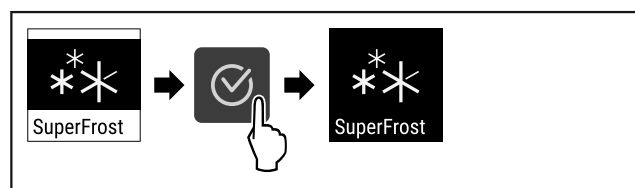

Fig. 66
- ▶ Genomför handlingsstegen (se Fig. 66) .